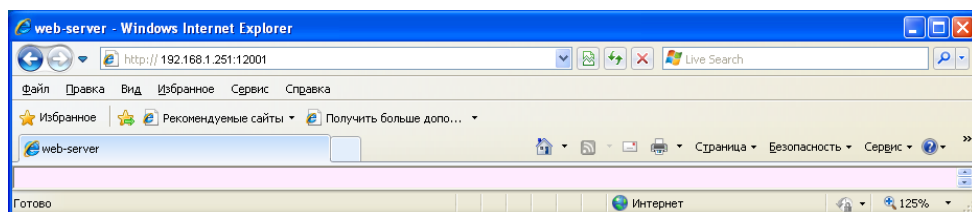

Рис.5
1. Откройте Web-браузер и введите в адресной строке IP-адрес УМС IP (по умолчанию IP-адрес:192.168.1.251, TCP порт: 12001) (см. рис.5).